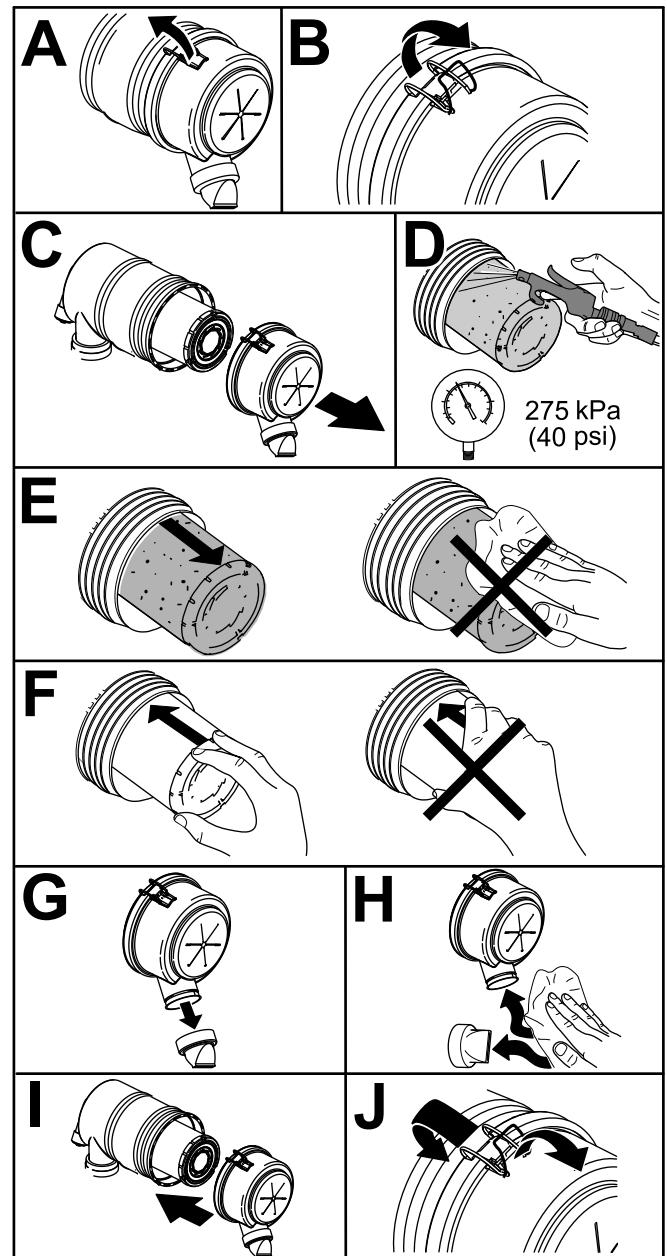

Bild 43
1. Tauschen Sie den Hauptluftfiltereinsatz aus (Bild 43).